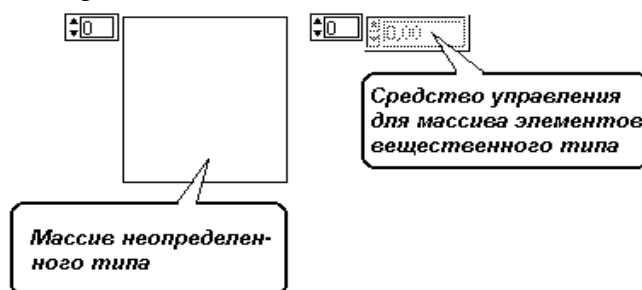

Рисунок 3.12. Этапы определения элементов типа “Массив”
3.4.1. Массивы. Выберите из палитры “Array & Cluster” (“Массив и кластер”) и разместите на лицевой панели пиктограмму объекта типа “Array” (“Массив”). Пока тип элементов массива не определен, объект представляет собой пустую квадратную рамку. Для того, чтобы назначить для объекта конкретный тип данных, щелкните правой кнопкой мыши внутри рамки и выберите из всплывающего меню средство управления или индикатор желаемого типа (см. рисунок 3.12).